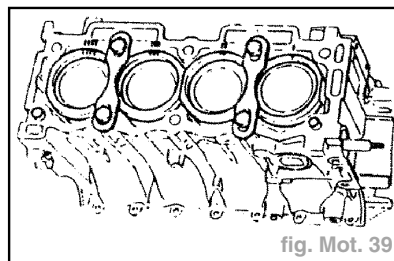

fig. Mot. 39
- Pour bloc aluminium, mettre en place les brides de maintien des chemises avec les vis M 10 x 150 (fig. Mot. 39).